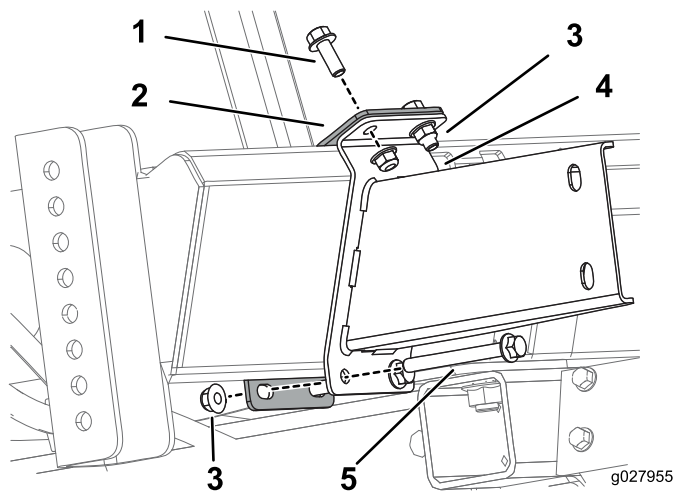

Figura 11
3. Montai consola inferioară i suportul consolei inferioare pe cadru folosind 2 uruburi ($\frac{3}{8}$ -16"), 2 uruburi ($\frac{3}{8}$ -16 x 3 $\frac{1}{2}$ ") i 4 piulie cu flană ($\frac{3}{8}$ -16"), după cum se arată în Figura 11.